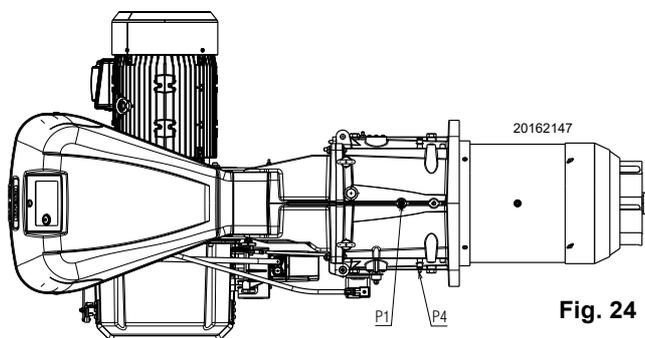

Fig. 24
Pression du gaz mesurée à la prise P1) (Fig. 24), avec :
- Soustraire de la pression du gaz à la prise P1)(Fig. 24) la pression dans la chambre de combustion.
Pression du gaz à la prise P1) (Fig. 24) = 27,6 mbars
Pour connaître la pression de gaz nécessaire sur la prise P1)(Fig. 24), une fois établie la puissance MAX. à laquelle on veut faire fonctionner le brûleur :
- Lire sur la droite, colonne 1, la pression à la prise P1)(Fig. 24).
pression nécessaire à la prise P1) (Fig. 24).